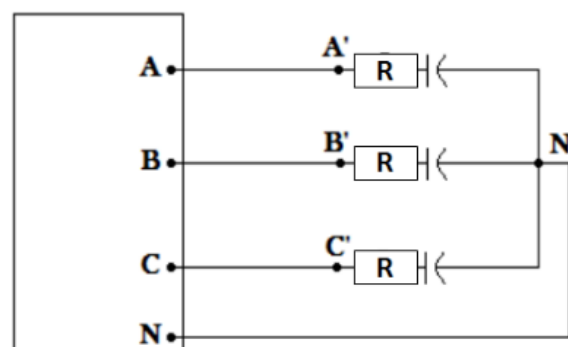

Figura 1: Conexão em Y, equilibrado.
3.1 – Montar o circuito da Figura 1 no SIMULINK.